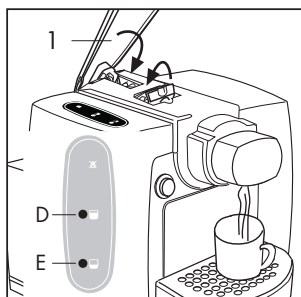

Fig. 12
- Refermer complètement le levier (1) et enfoncer une des touches de débit d'eau allongé ☐ (D) ou bref ☐ (E) selon les goûts **(Fig. 12)**
- Pour extraire complètement la dosette, lever lentement la manette (1).
- Si la dosette n'est pas expulsée, ouvrir le volet (15) et l'enlever.